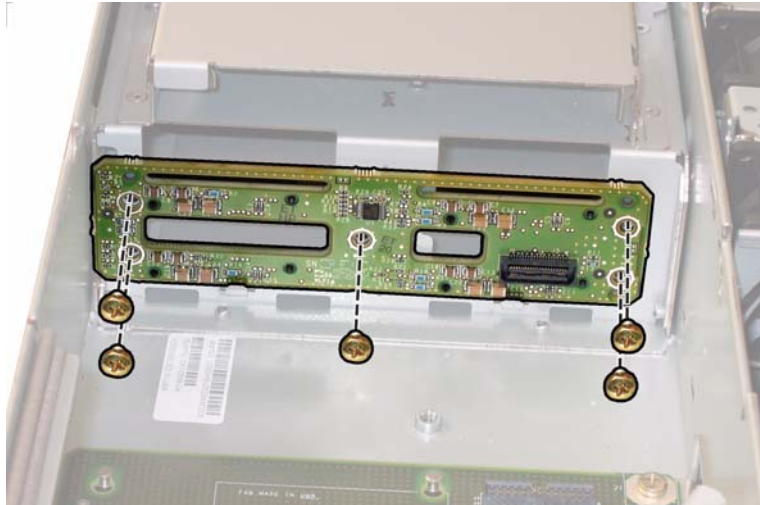

ABBILDUNG 3-38 Entfernen der HDD-Anschlussleiste (hier Version mit fünf Schrauben)
12. Lösen Sie die Schrauben, mit denen die HDD-Anschlussleiste an der Rückseite der Laufwerksschächte befestigt ist. Siehe ABBILDUNG 3-38.